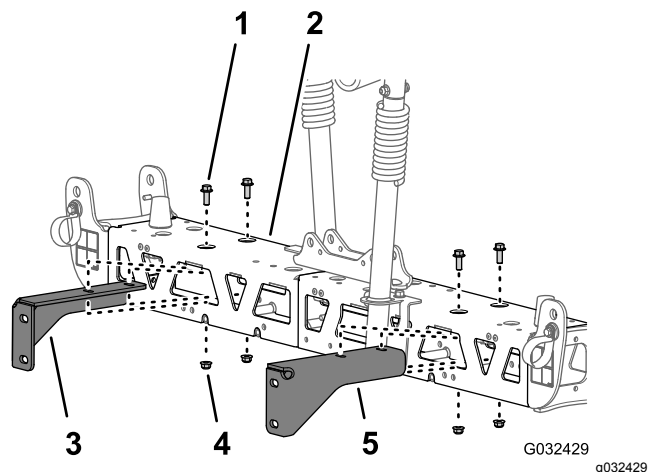

Figure 51
- Retirez les 2 boulons à embase (¾" x 1") et les 2 contre-écrous à embase (¾") qui fixent le support à la section de pulvérisation centrale, et déposez le support (Figure 51)
- Retirez les 2 boulons à embase (¾" x 1") et les 2 contre-écrous à embase (¾") qui fixent l'autre support à la section de pulvérisation centrale, et déposez le support (Figure 51)